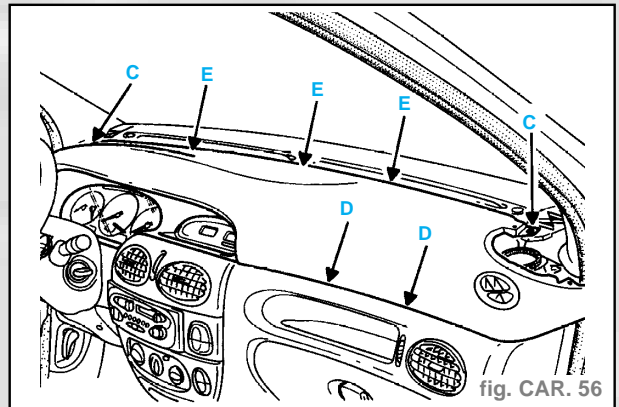

fig. CAR. 56
- Déposer les vis de fixation supérieures (C) (fig. CAR. 56).